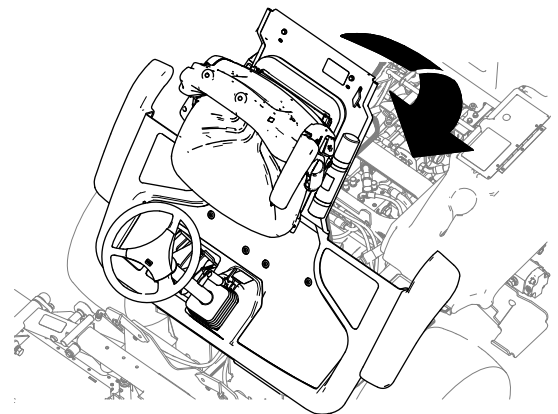

Figure 53
1. Abaissez doucement la plate-forme (Figure 53).